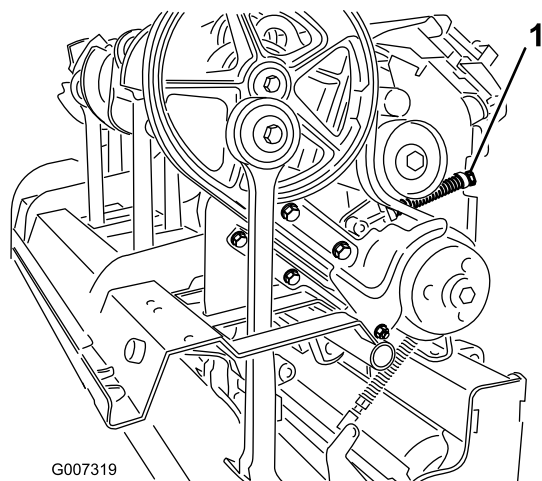

Figura 37
4. Para liberar la tensión del resorte tensor, afloje la contratuercas que sujeta el retenedor del muelle (Figura 37) y gire el retenedor del muelle.